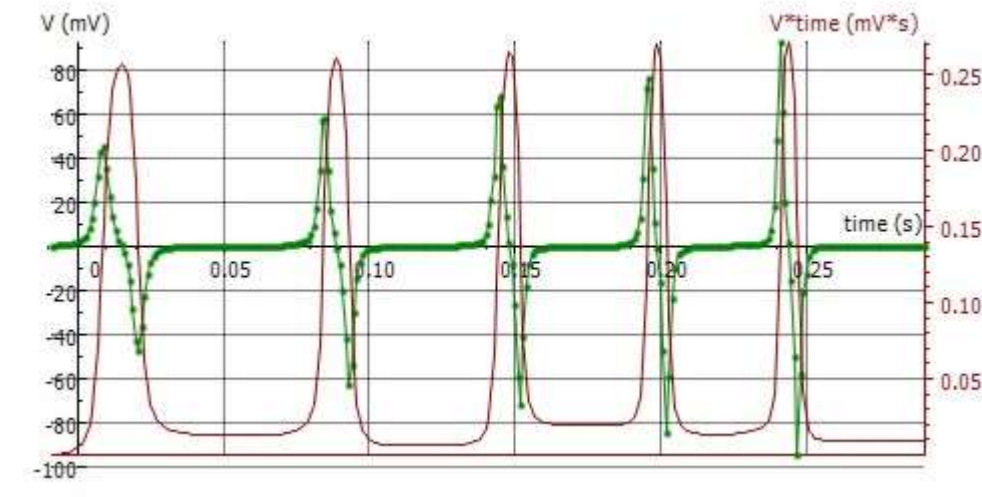

Fig. 3: Curvas en el tiempo de la tensión U inducida y del flujo magnético Φ
En la ventana «Integral» del diagrama se muestra la variable « $V*t$ » en la unidad « $mV*s$ » (curva violeta de la Fig. 3). Esta corresponde al flujo magnético Φ según la ecuación (2).
El flujo magnético asume su valor mayor si la tensión inducida llega a cero (Fig. 3); es decir, el imán ha llegado al centro de la bobina. El área de debajo de todas las señales positivas y negativas permanece igual en términos de su valor absoluto (véase más arriba). Estas corresponden al flujo magnético Φ máximo del imán permanente en el interior de una sola bobina. Por esto, el flujo magnético máximo, dentro del marco de la precisión de medida, llega en todas las bobinas al mismo valor de $\Phi_{\max} \approx 250 \mu Vs$.